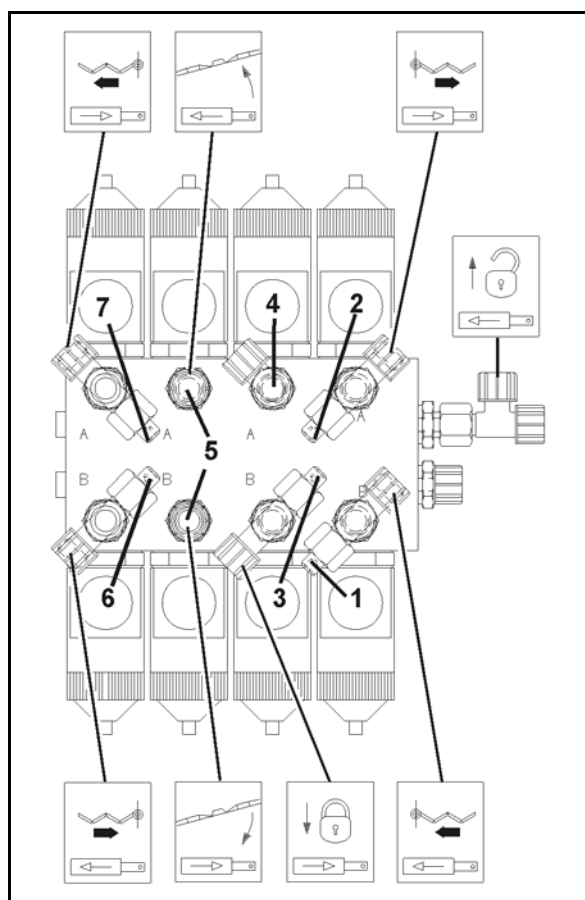

Fig. 178
Hvis dette ikke er tilfelle, juster den utfoldede bommen med motvekter (Fig. 178/1) når svingningsutjevningen er **frigjort**. Fest motvektene tilsvarende på bommen.
1. Løsne kontramutteren på stillskruen (Fig. 178/1) Drei stillskruen helt til midtseksjonen er i flukt med midten av bommen.
1. Løsne skruene (Fig. 178/2) til festelaskene (Fig. 178/3) Justeringen foretas direkte på plastklørne med langhullene i festelasken (Fig. 178/4) Rett ut sideseksjonen.
2. Trekk til skruene (Fig. 178/2).